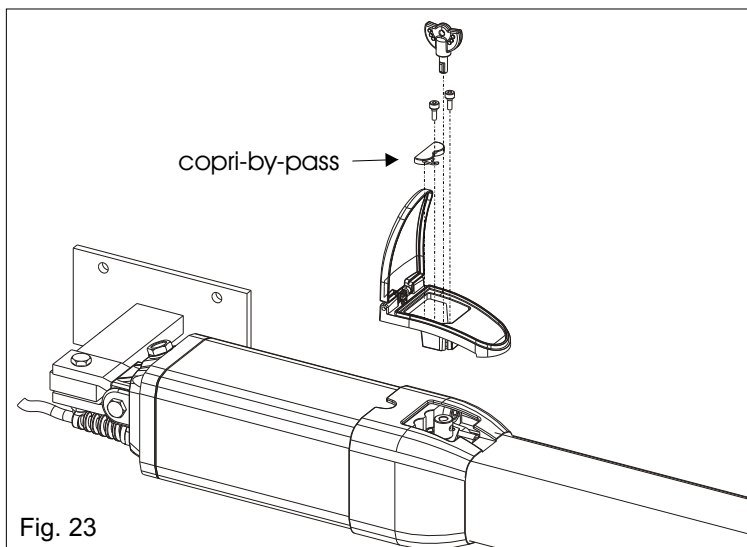

Fig. 23
- 1) Desbloquear el operador (como en Fig. 23 de pag. 11)
- Desbloquear la unidad (como en Fig. 23 de pagina 10)